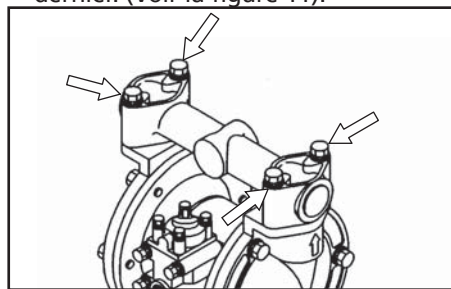

Figure 11
- Enlevez les 4 boulons de fixation du collecteur de sortie et déposez ce dernier. (Voir la figure 11).